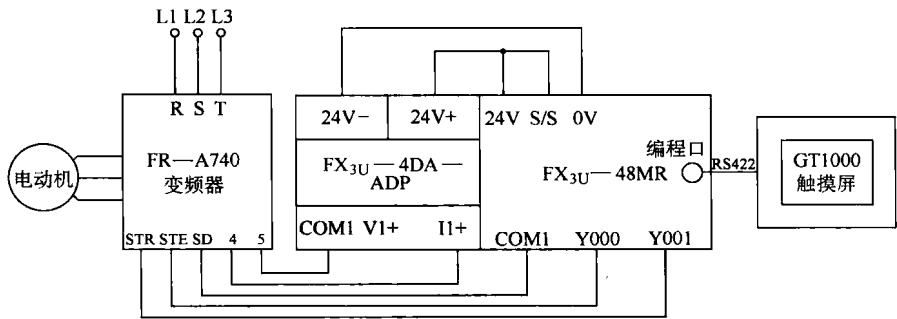

图 8-36 触摸屏、变频器(模拟量)调速控制接线图
2) 触摸屏软元件分配。M100：正转起动；M101：反转起动；M102：停止；D0：频率设置。系统接线图如图 8-36 所示。